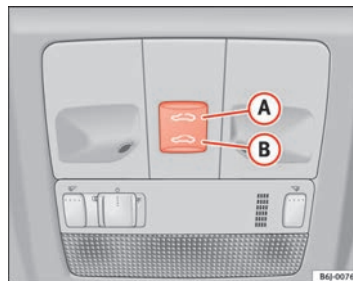

Abb. 52 Panoramadach / Ausstelldach
- Wird der Taster (B) ⇒ Abb. 52 ⇒ betätigt und betätigt gehalten, führt das Dach die Schließbewegung aus, bis der Taster wieder losgelassen wird.